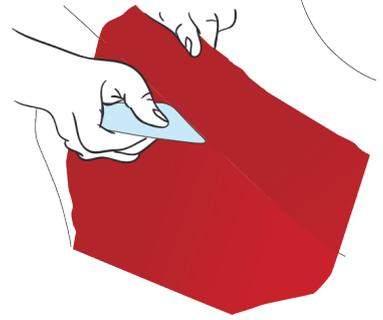

Abbildung 35
- › Kennzeichnen Sie mit dem Finger die Umriss des Bereichs. Ziehen Sie die Folie vom angrenzenden Abschnitt ab und schieben Sie diese mit der Rakel in die Aushöhlung, um den Rand der Fuge deutlich zu kennzeichnen. (Abb. 35)